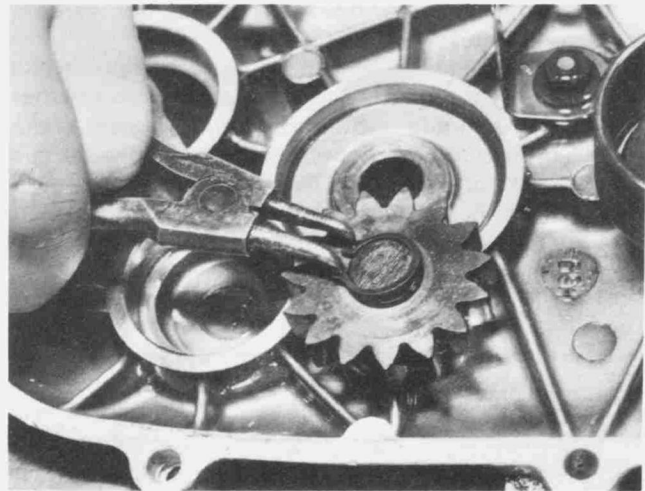

Bild 155
- Den Sicherungsring vom Kickstarter-Zwischenrad abheben und das Zwischenrad von der Welle abziehen. Darauf achten, dass die Erhöhung des Zwischenrads zum Getriebegehäuse-Deckel liegt (Bild 155).